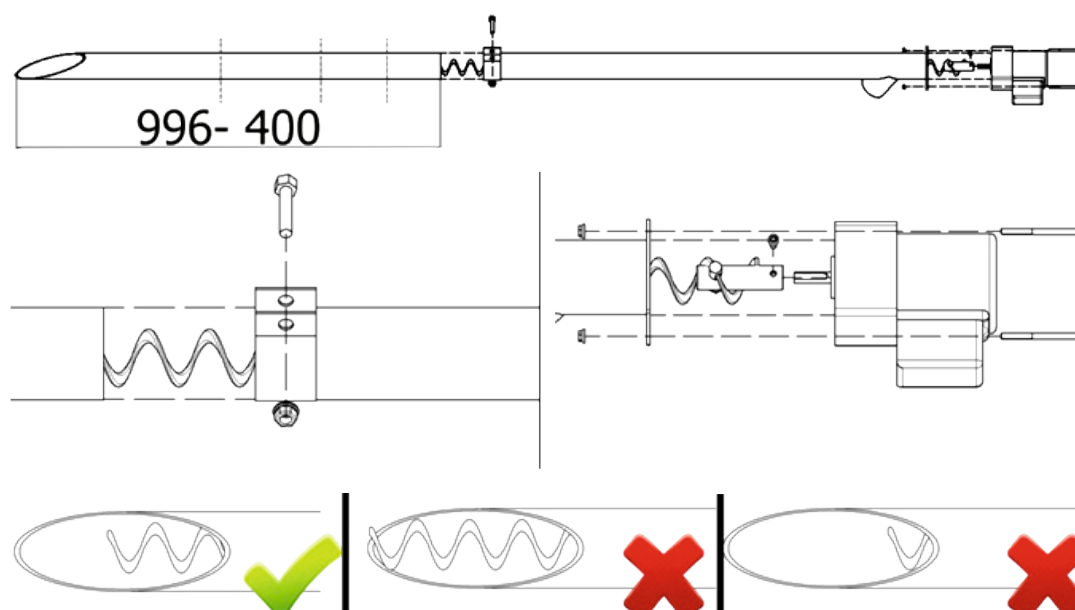

Рисунок 7. Схема установки винтового подающего устройства в штуцере бункера
- Д) отмерить и отрегулировать длину подающего устройства пеллет, не забывая при этом, что угол между основанием и трубой подающего устройства не должен превышать 45° (см. рис. 7);
- Е) подвесить подающее устройство на цепочке. (см. рис. 7);
При монтаже винтового подающего устройства соединение его с бункером производить как показано на рис. 7.